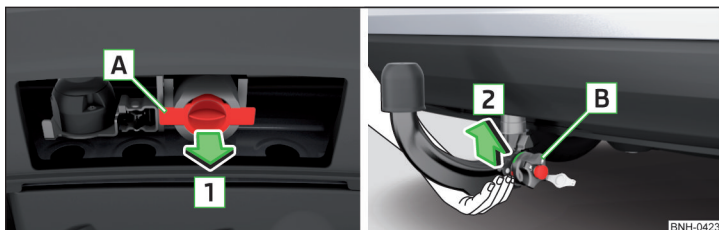

Abb. 139 Abdeckkappe für den Aufnahmeschacht abnehmen / Kugelstange einsetzen
- Zur **Vorbereitung des Einbaus** die Abdeckkappe für den Aufnahmeschacht **A** in Pfeilrichtung **1** abnehmen » Abb. 139.
- Zum **Einbau** die Kugelstange **von unten** fassen » Abb. 139.
Nach dem Ausbau der Kugelstange die Abdeckkappe für den Aufnahmeschacht **A** entgegen der Pfeilrichtung **1** einsetzen » **Abb. 139 auf Seite 118.**